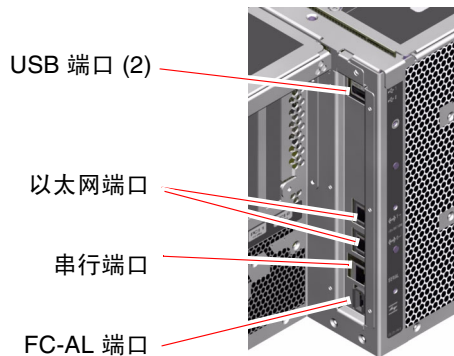

图 2-4 后面板外部端口
- 一个系统控制器 (SC) 卡插槽
- 六个外部数据端口：USB 端口、串行端口、以太网端口和 FC-AL 端口（请参见图 2-4）